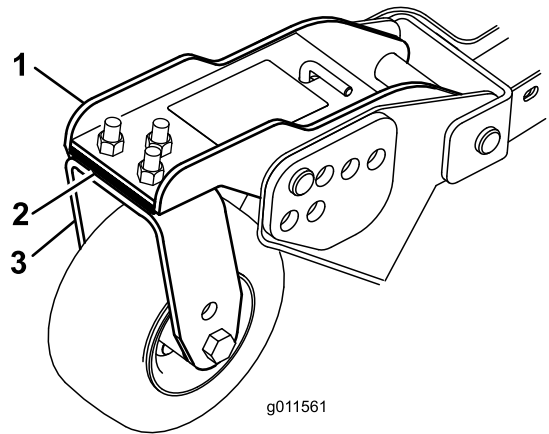

Bild 27
5. Wenn die innere Schnittkante des Seitenmähwerks im Verhältnis zur äußeren Kante des Frontmähwerks zu hoch ist, entfernen Sie eine Beilagscheibe (3 mm) von der Unterseite des vorderen inneren Laufradarms am Seitenmähwerk (Bild 27).
3. Stellen Sie die Beilagscheiben (3 mm) an den vorderen Laufradgabeln auf die entsprechende Schnitthöhe auf dem Aufkleber ein (Bild 27).